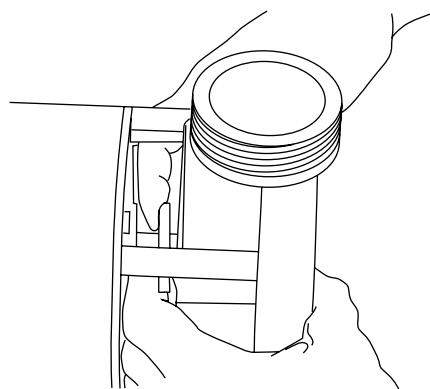

Figure 6
5. Visser l'impulseur sur l'arbre ou jusqu'à ce qu'il repose contre l'épaulement de l'arbre. Faire passer le déflecteur par-dessus l'extrémité du manchon de l'impulseur de façon qu'il repose sur l'impulseur (voir la Figure 6).